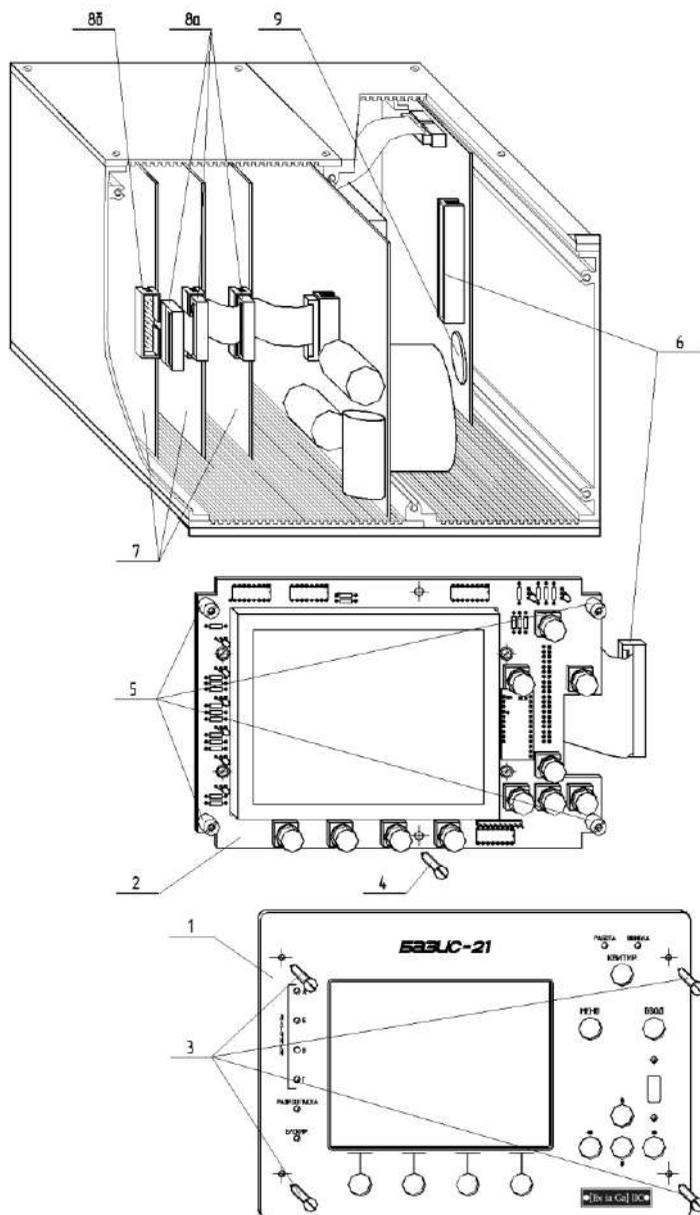
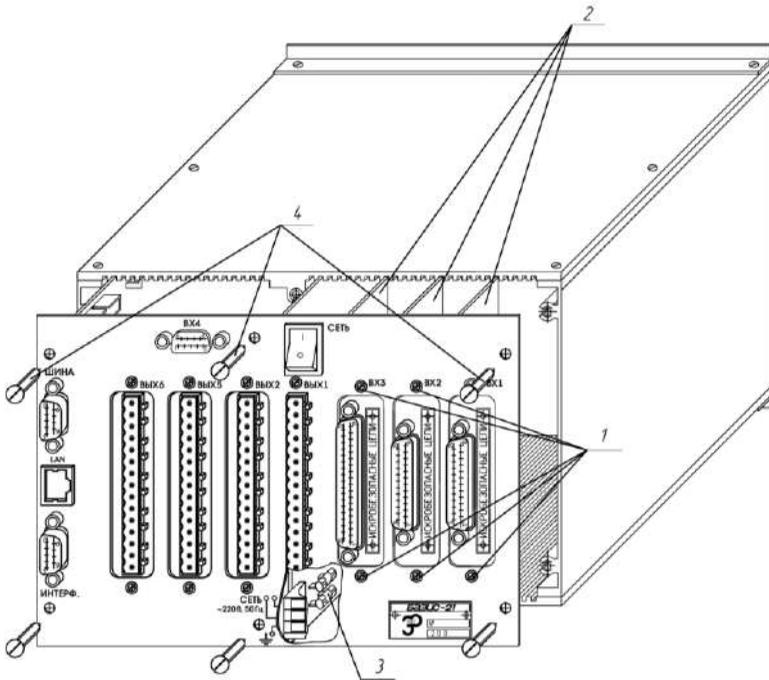

Рис. 5.6. Общий вид Контроллера со снятой передней панелью (на примере исп. цв. ЖКИ 5,7")
Рис. 5.7. Общий вид сзади Контроллера с выдвинутой задней панелью (на примере исп. цв. ЖКИ 5,7")
1. Снять панель переднюю 1, для чего отвинтить четыре винта 3 (рис. 5.6). При необходимости открутить два крепежных винта USB-разъема на панели передней.
2. Снять модуль управления и индикации 2, для чего отвинтить четыре втулки 5 и винт 4 (рис. 5.6).
3. Отсоединить модуль управления и индикации от Контроллера, разъединив разъем шлейфа 6 (рис. 5.6).
1. Отсоединить розетки разъемов 8а от вилок разъемов 8б на входных модулях 7 (рис. 5.6).
2. Отвинтить два винта 1 (рис. 5.7) на задней панели входного разъема требуемого входного модуля. После этого требуемый входной
модуль 2 (рис. 5.7) будет свободно перемещается по направляющим.
3. Извлечь требуемый входной модуль 2 (рис. 5.7).
Чтобы заменить гальванический элемент 9 (рис. 5.6) или предохранители 3 (рис. 5.7) в Контроллере с цв. ЖКИ 5,7" необходимо:
1. Открутить шесть винтов 4 на задней панели (рис. 5.7).
3. Заменить гальванический элемент 9 (рис. 5.6).
4. Заменить предохранители 3 (рис. 5.7).
Замена предохранителей 3 (рис. 5.7) в Контроллере с цв. ЖКИ 10,4" проводится аналогично исполнению с цв. ЖКИ 5,7". Для этого выполняются следующие действия:
3. Заменить предохранители 3 (рис. 5.7).